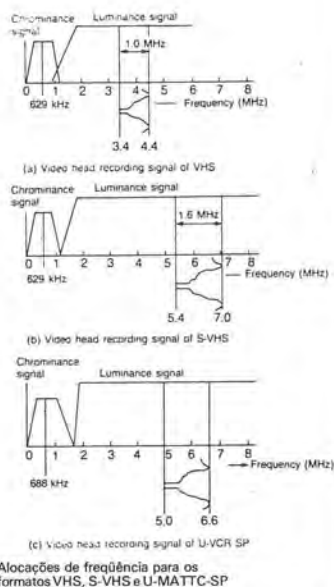

Figura 1
**Gravação de sinais de vídeo** • A figura 1 mostra as alocações de frequência para gravação de um sinal de Vídeo NTSC nos formatos VHS, S-VHS e U-MATIC SP. O formato S-VHS utiliza uma frequência FM mais elevada para gravação, o que lhe permite gravar e reproduzir um sinal de vídeo de banda larga. Equipamentos S-VHS de uso profissional devem manter uma largura de banda melhor que -1,5 dB a 3,5 MHz, e uma resolução horizontal de imagem excedendo 400 linhas de TV pode então ser obtida. A tabela 1 resume as especificações básicas do formato S-VHS.